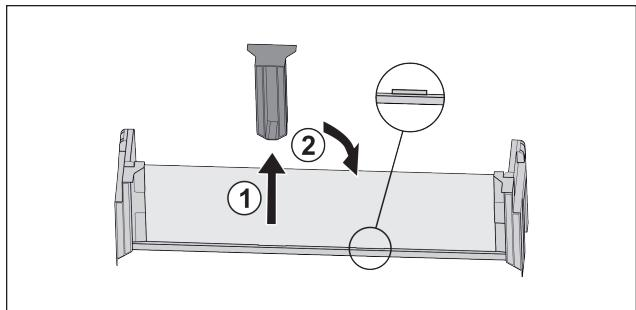

Fig. 19
- Stiahnite stredný prídržný diel Fig. 19 (1).
- Nasadte stredný prídržný diel do druhej pozície Fig. 19 (2).